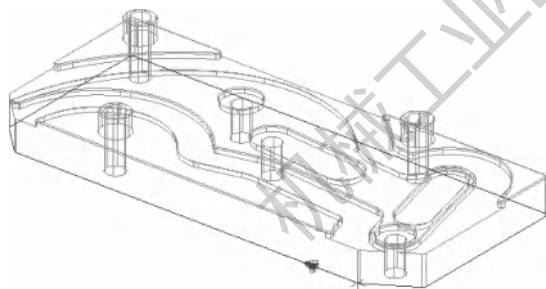

图 7-20 选择加工边界
1) 选择【刀路】/【外形】命令, 系统弹出【实体串连】对话框, 以【实体】/【实体面】的形式, 选择夹具体的底面, 系统自动选择其最大矩形, 如图 7-20 所示。根据箭头指向判断此时刀具补偿为左补偿, 单击【确定】按钮 .